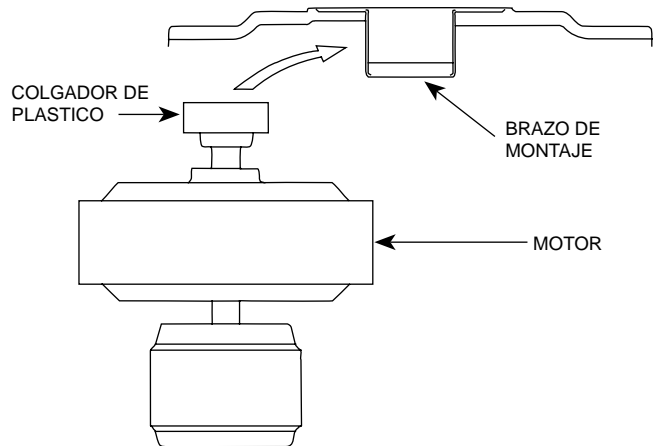

FIGURA 7
A. Levante el motor e inserte la bola en la abertura del frente del brazo de montaje. Vea la Figura 7. Asegúrese que ningún alambre quede atrapado entre colgador de plástico y la parte interior del brazo.